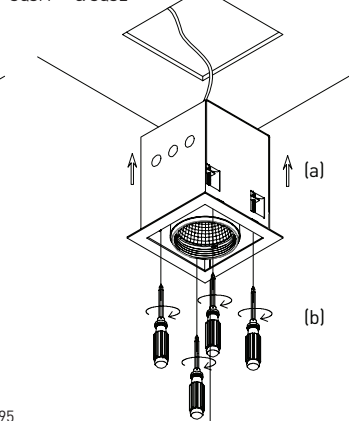

FIG 5.
- Pull down LED unit. Twist and tilt to adjust beam aim. (FIG 5.)
- Ziehen Sie das LED Modul runter und stellen Sie den gewünschten Abstrahlwinkel ein. (Abb. 5.)